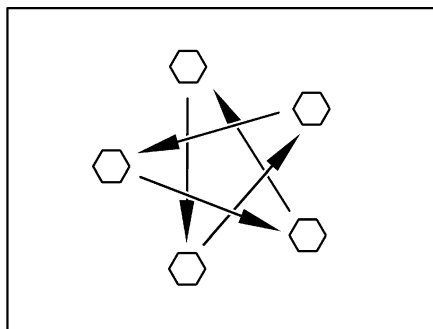

Fig. 391 Serrer en croix les écrous ou les boulons de roue
- Vérifier régulièrement le serrage des écrous ou des boulons de roues. Resserrer alternativement et en croix (Fig. 391) tous les écrous ou les boulons de roue 50 km après le changement d'une roue.
- ▷ Serrer en croix les écrous ou les boulons de roue (Fig. 391).